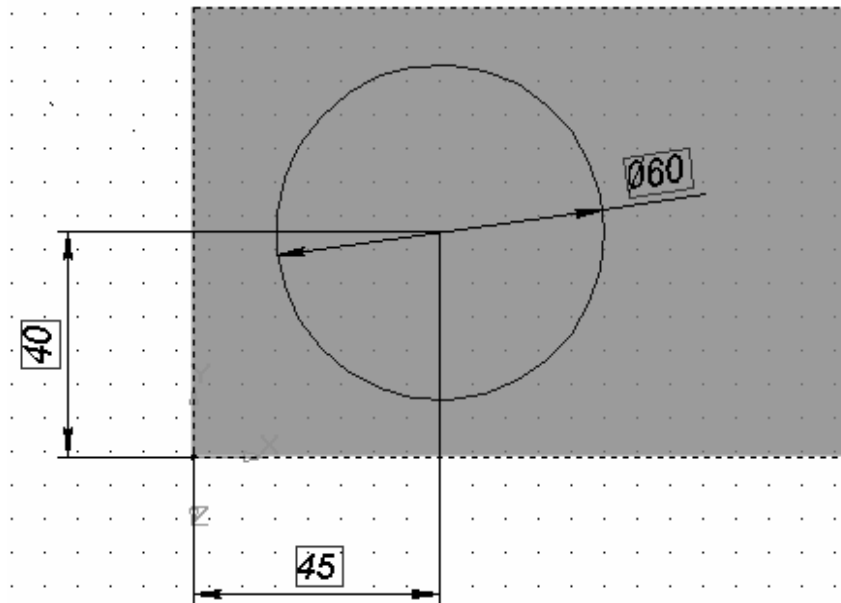

Рис. 3.6. Эскиз основания бобышки
9. Постройте эскиз основания бобышки (рис. 3.6).